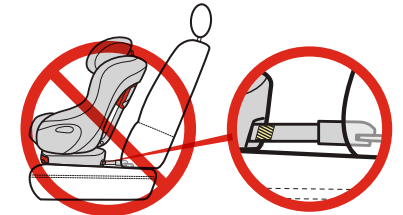

Figura 42
- NUNCA utilice este asiento de seguridad, cuando se coloque con un sistema LATCH rígido, mientras se pueda ver la etiqueta amarilla y negra de dicho sistema, tal como se muestra en la **figura 42**, a menos que se ajuste la correa superior como se indica en este manual.